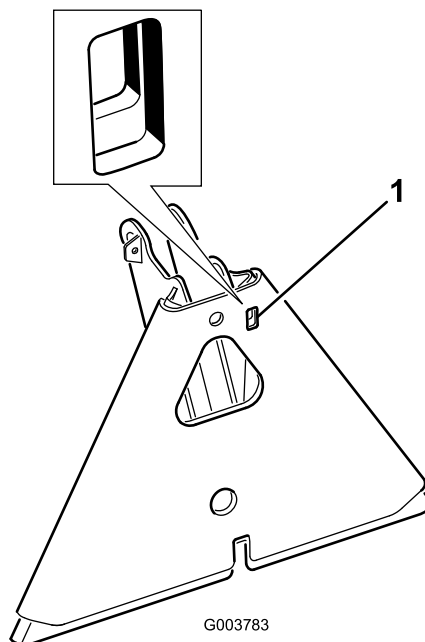

Figure 57
**Remarque:** Si l'adaptateur de l'accessoire se coince sur l'adaptateur du groupe de déplacement, insérez un levier ou un tournevis dans la fente pour faire levier et désengager les pièces (Figure 57).